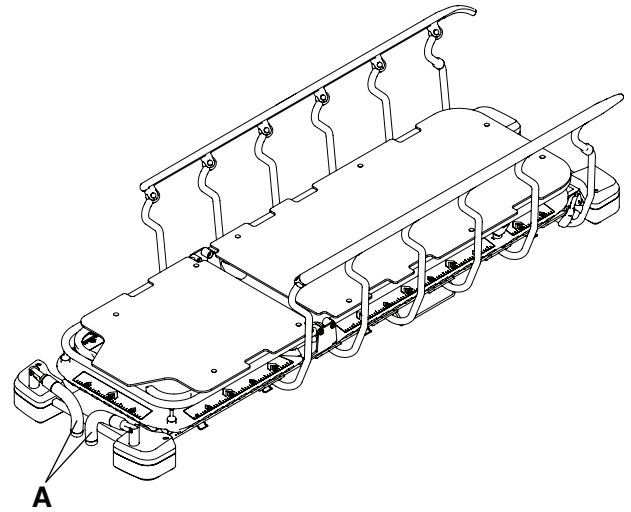

Figura 7 – Almacenamiento de las asas de empuje del extremo de la cabeza
4. Invierta los pasos para guardar las asas de empuje del extremo de la cabeza (A) (Figura 7).